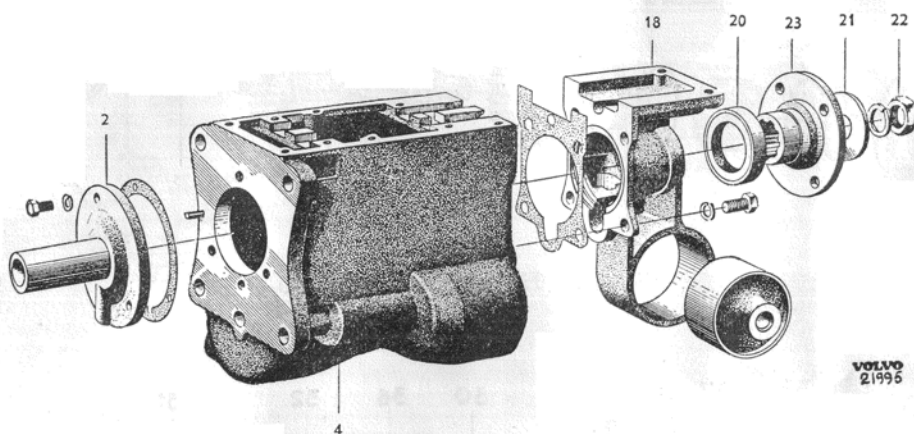

Bild 20. Växellådshus, H 5.
3. Montera låsringen (8) för synkroniseringsanordningen på axeln. Mät axialspelet på 2:ans hjul mellan hjulet och ansatsen på axeln. Max. axialspelet 0,05 mm, se bild 20. Axialspelet justeras med hjälp av låsringen (8). Olika tjocklekar finnas.